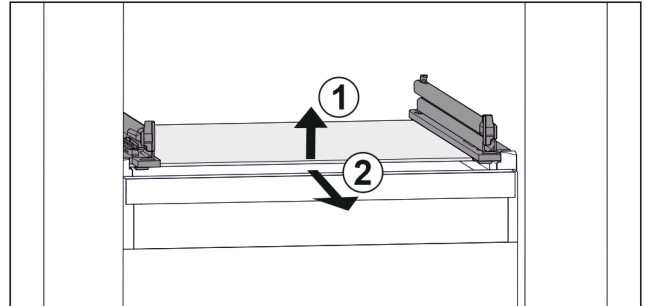

Fig. 88 Eksempel på fremstilling av glassplaten
- ▶ Løft opp glassplaten foran. Fig. 88 (1)
- ▶ Ta ut glassplaten fremover. Fig. 88 (2)